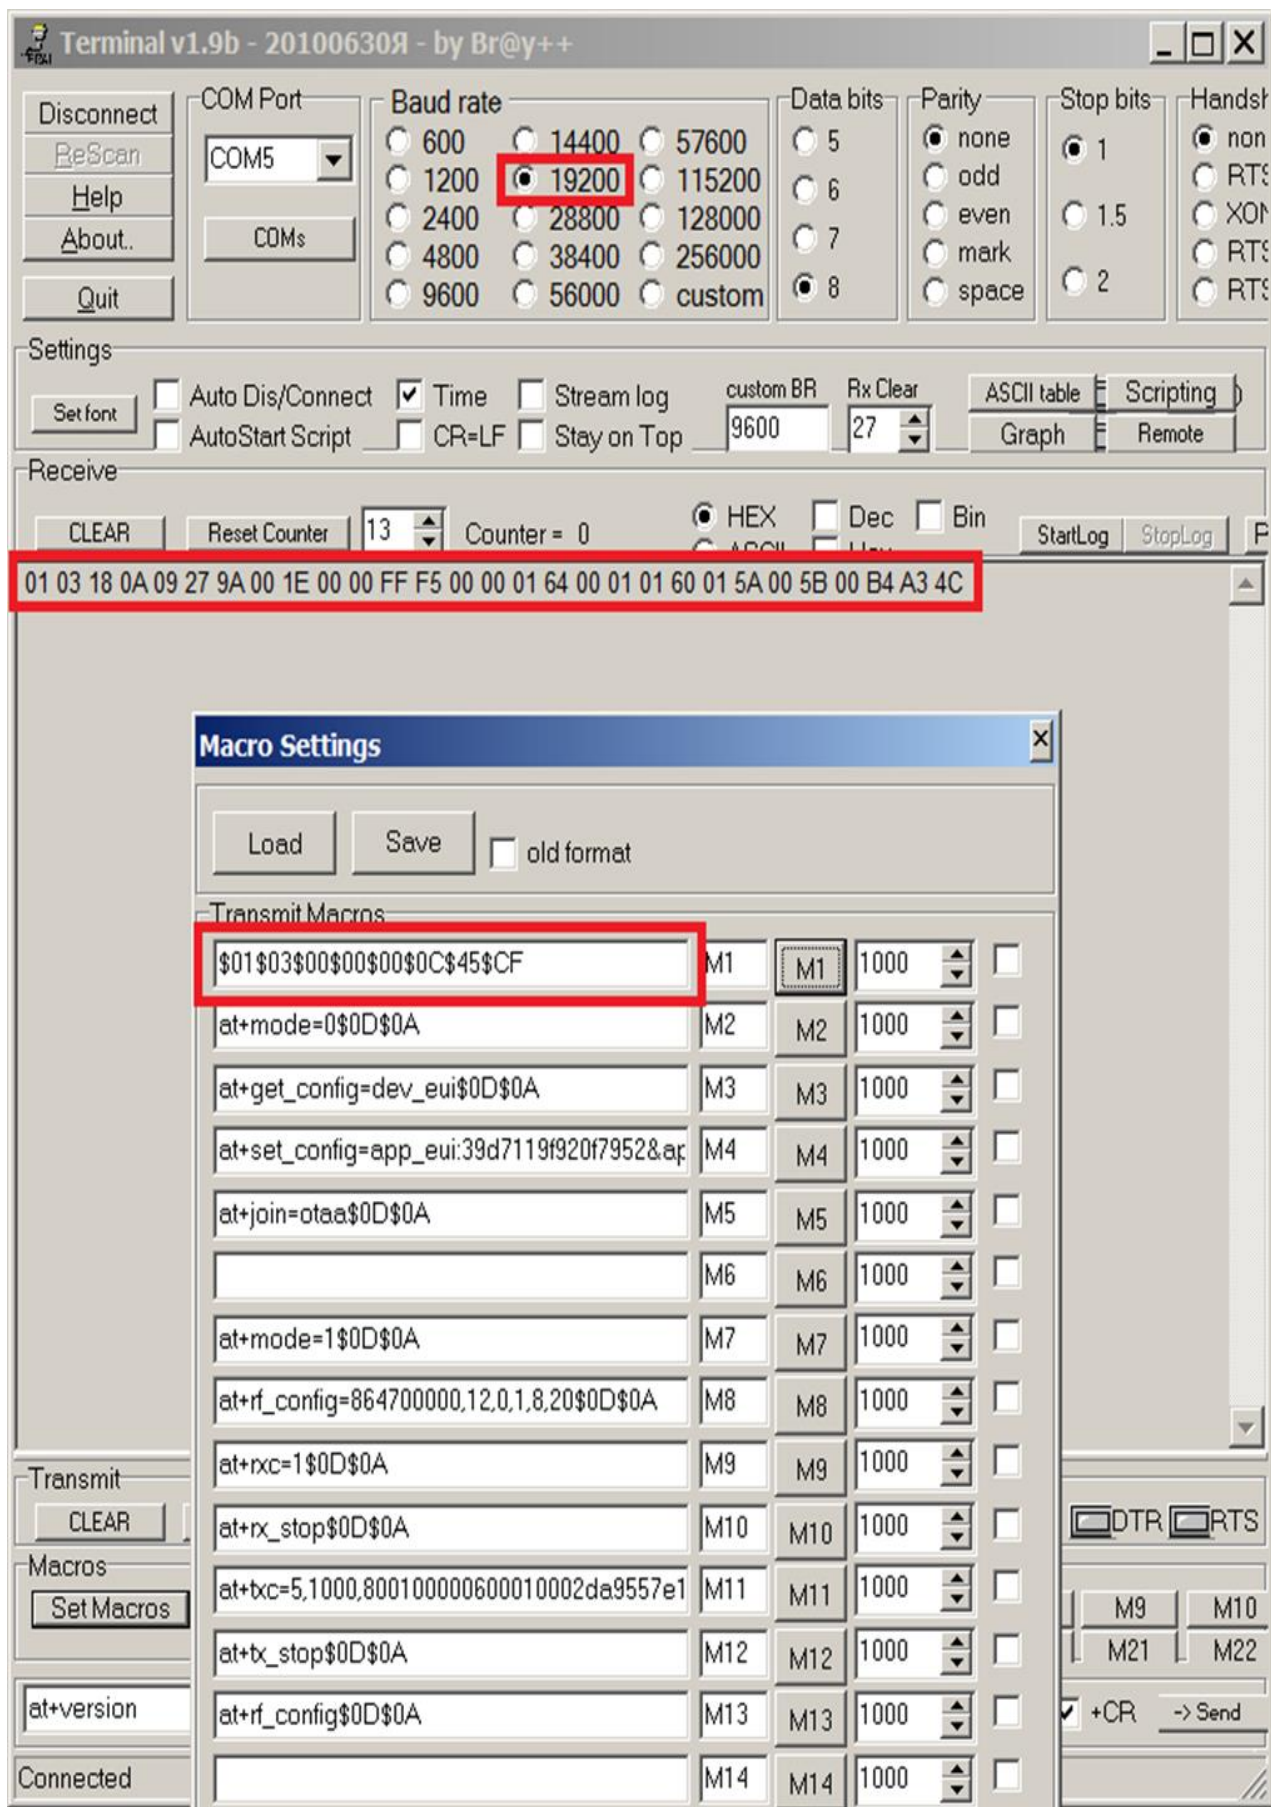

Рисунок 9 - Терминальная программа Terminal v.1.9b
2) С помощью терминальной программы (рис. 9)